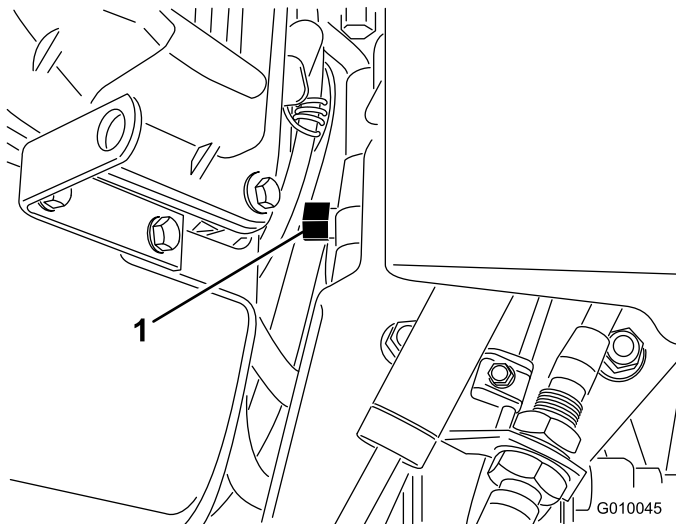

Figura 31
2. Localize a válvula de derivação entre o motor e a bomba hidroestática (Figura 31).
3. Utilizando uma chave de 5/8 pol., rode a válvula de derivação no sentido contrário ao dos ponteiros do relógio 1 volta. Isto permite que o fluido hidráulico passe pela bomba, possibilitando a rotação das rodas (Figura 31).
5. Para voltar a colocar o arejador a funcionar, rode a válvula de derivação no sentido dos ponteiros do relógio 1 volta (Figura 31).